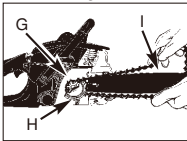

Fig. 3E
8. Lägg kedjan runt drivhulet (G) bakom kopplingen (H). Se till att länkarna passar mellan kugghulets tänder. (Fig. 3E)
9. För in drivlänkarna i spåret (I) och runt svärdets ände. (Fig. 3E)